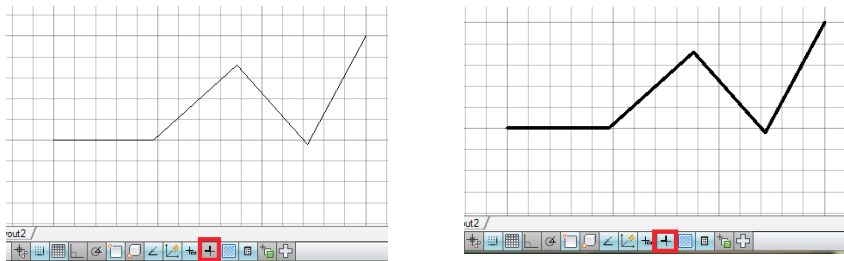

Рис. 55 Отображение толщины линий
- Функция **LWT (Line-weight – отображения веса (толщины) линий)** позволяет отобразить разницу в толщине линий на чертеже (Рис. 55). Однако, это отображение не совсем соответствует тому, какие толщины линий будут на распечатанном чертеже.